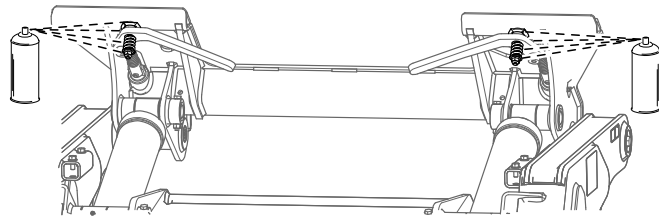

Figura 50
7. Lubrique los acoplamientos rápidos con lubricante en spray (Figura 50).